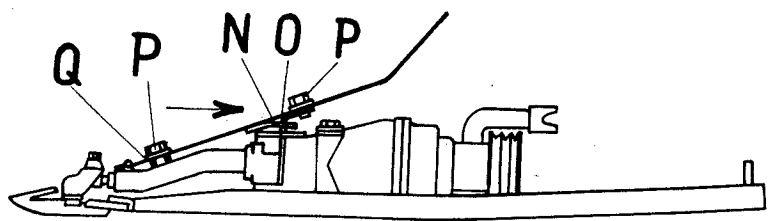

Fig. 5
4. Montage des Schwingers (Fig. 5)